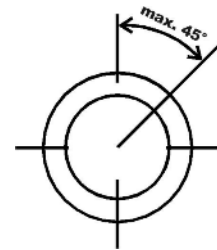

Fig. 3
- ↪ Den anbefalede position for switchen er i vandret rør med kontakt elementet opad - hældning +/- 45° (Fig. 3).